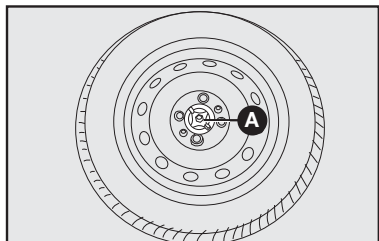

fig. 20
- Fixar a roda com o dispositivo de bloqueio **A-fig. 20**.